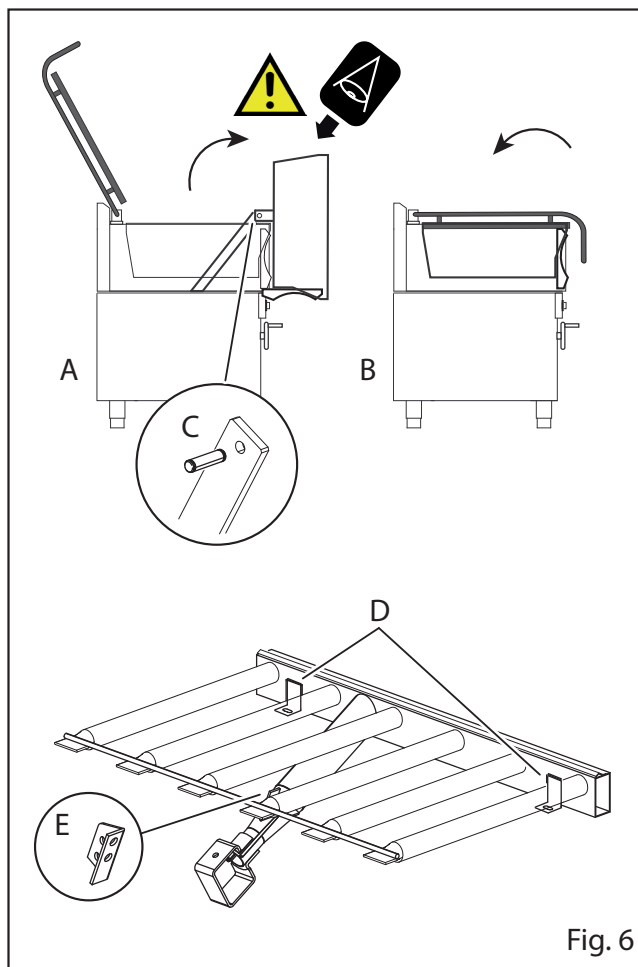

Fig. 6
- Accionar el volante y poner el recipiente en posición vertical (Fig. 6/A)
- Desenroscar la escuadra del cuerpo piloto y las fijaciones del quemador (por ejemplo, Fig. 6/D+E)
- Poner de nuevo el recipiente en posición horizontal (Fig. 6/B)
- Desenroscar la fijación del quemador y la escuadra del cuerpo piloto (Fig. 6/D+E)